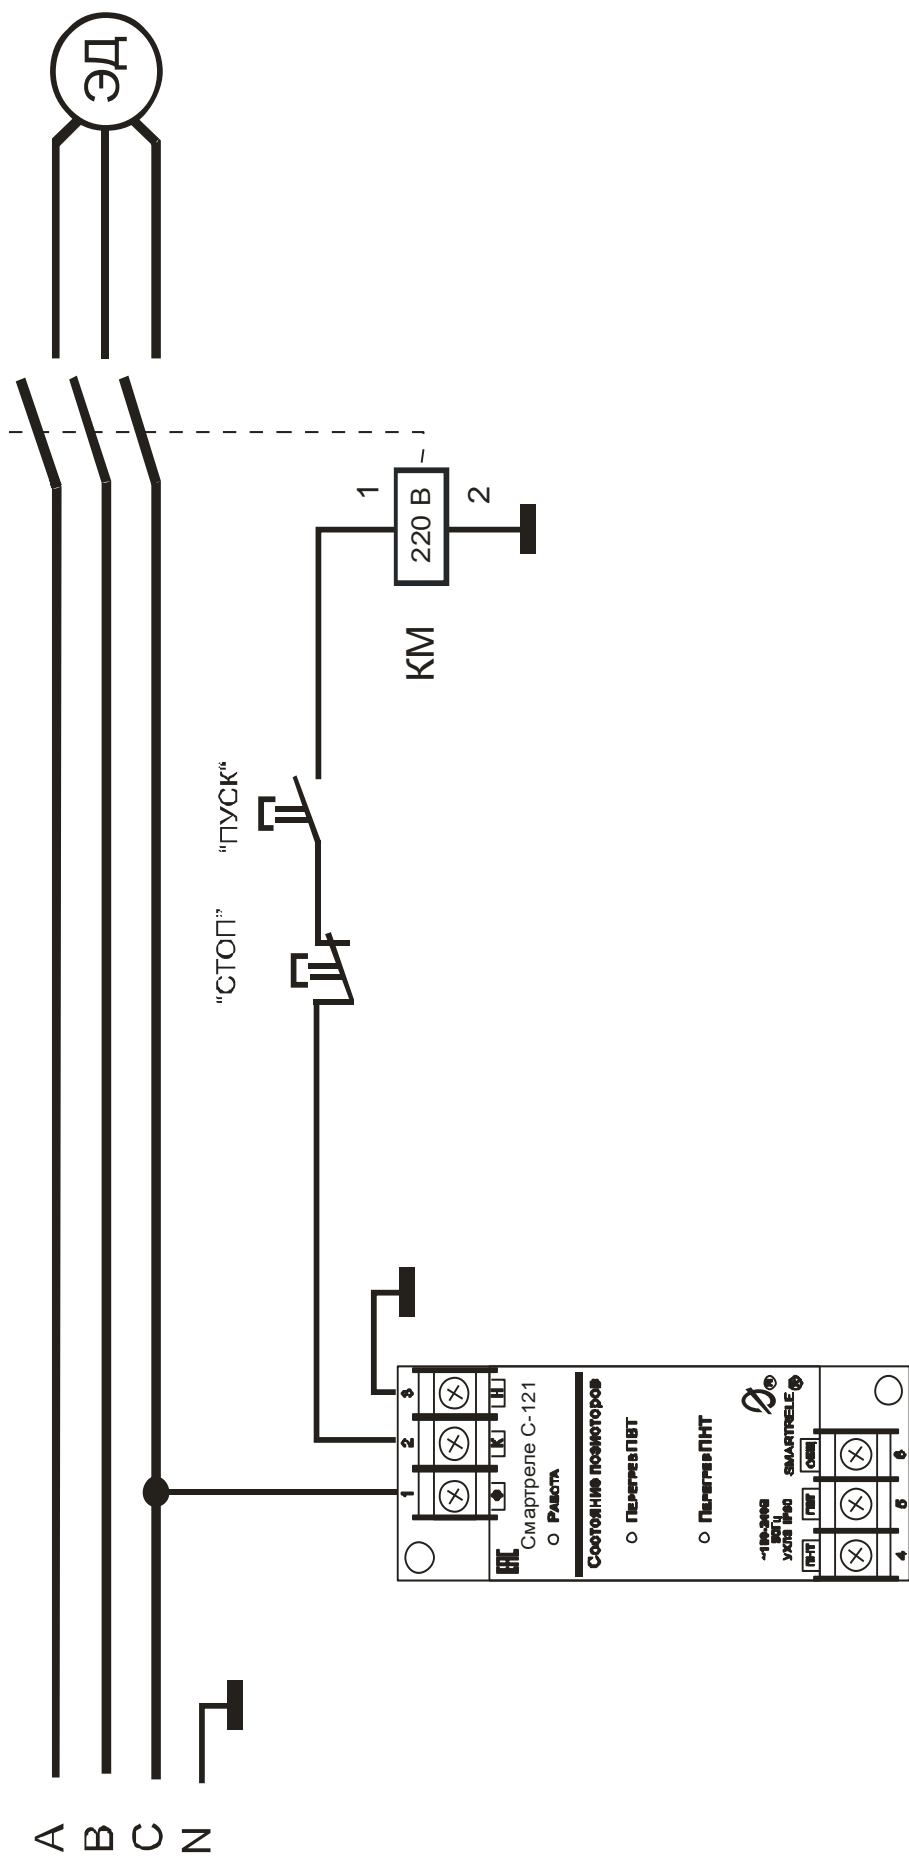

Рисунок 3 – схема включения реле в систему управления электродвигателем
4.4 Схема включения реле в систему управления электродвигателя показана на рис.3.
6.2 Подключение реле производится в соответствии со схемой рис.3.